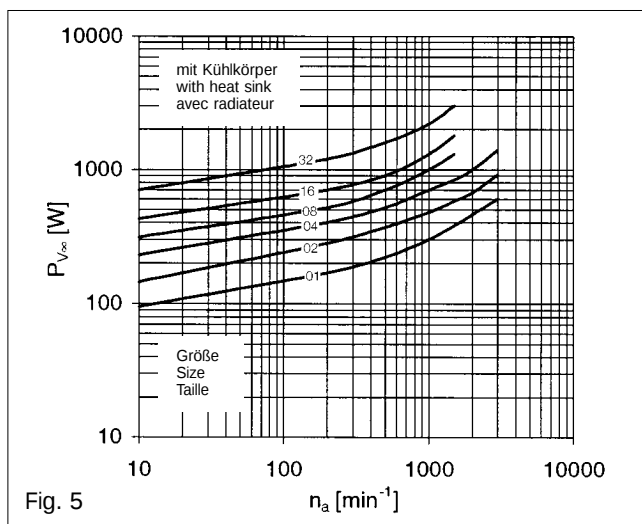

Fig. 5
$P_{v\infty}$ (W)	= perte de puissance en fonctionnem. continu (fig.5+6)
$$P_v = P_{v\infty} \cdot \frac{t_B + t_0}{t_B} \quad (P_{v\infty} \cong \text{Fig. 5 + 6})$$
$$(P_{V\infty} \triangleq \text{Fig. 5 + 6})$$
Die Diagramme Fig. 5 + 6 zeigen für Magnetpulverkupplungen die Abhängigkeit der max. zulässigen Dauer-Verlustleistung $P_{V\infty}$ von der Drehzahl n_a des Primärbauteils.
The diagrams figs. 5 + 6 show the variations of the maximum permissible continuous power loss with respect to the speed (n_a) of the primary rotor for magnetic particle clutches.